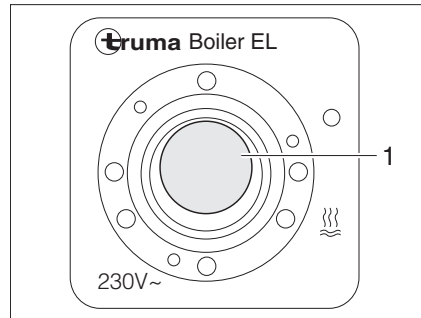

Fig. 123 Interruptor oscilante para la caldera Truma (funcionamiento con electricidad a 230 V)
- Conectar el interruptor oscilante (Fig. 123,1). La luz de control del interruptor se enciende. El agua de la caldera se calienta a 65 °C.
- Poner el interruptor oscilante (Fig. 123,1) en la posición "O". La luz de control del interruptor se apaga.
- En la unidad de mando (Fig. 122) poner el interruptor giratorio (Fig. 122,3) en "O" (Fig. 122,4) o poner el interruptor oscilante (Fig. 123,1) en "O".